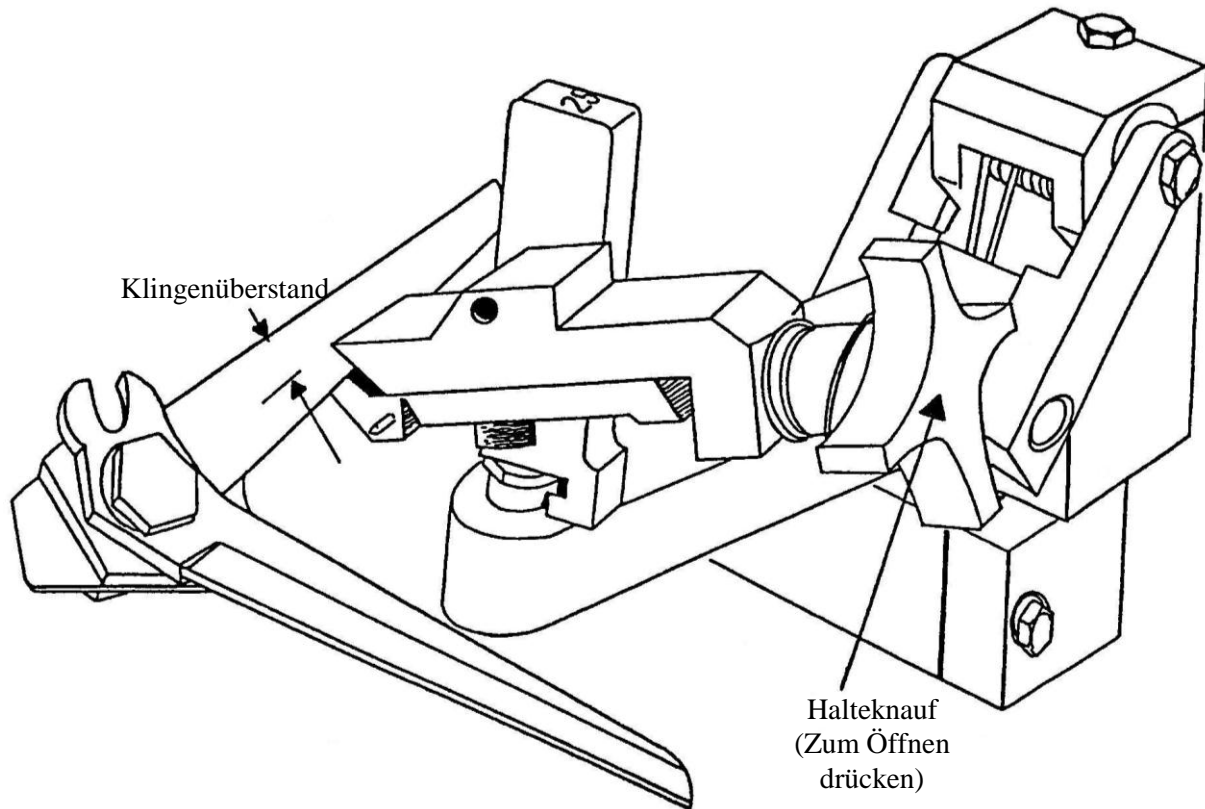

Abb. 11A
Die Klemme wird durch Lösen und Eindrücken des Halteknopfs geöffnet. Die Scherenklinge in der Klemme zentrieren, wie in Abb. 11A unten gezeigt. Die meisten Scheren, einschließlich der Airshirz®, können im ersten Schlitz (A) aufgenommen werden. Größere und breitere Scherenklingen müssen ggf. vollständig in die Klemme bis (B) eingesteckt werden, damit sie zum Schleifen unter die Schleifführung passen.
8.4.4 Einspannen der Klinge - Fortsetzung (Siehe Abb. 11A)